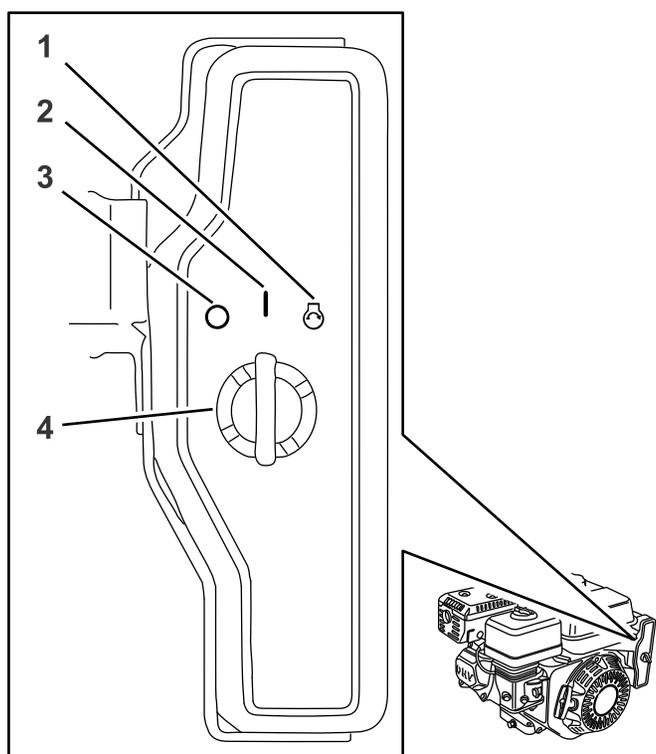

Figure 15
5. Tournez le commutateur d'allumage à la position CONTACT (Figure 15).
6. Tournez la clé à la position DÉMARRAGE et maintenez-la à cette position jusqu'à ce que le moteur démarre (Figure 15).